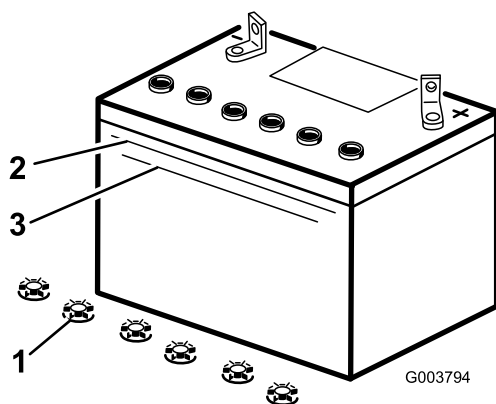

Figura 38
2. Osservate il fianco della batteria. L'elettrolito deve raggiungere la linea superiore (Figura 38). Non lasciate scendere l'elettrolito sotto la linea inferiore (Figura 38).
3. Togliete i tappi di rifornimento dalla batteria (Figura 38).
4. Aggiungete lentamente acqua distillata in ogni elemento della batteria finché l'elettrolito non raggiunge la linea superiore (Figura 38) sulla scatola della batteria.
5. Attendete cinque o dieci minuti dopo avere riempito gli elementi della batteria. All'occorrenza, aggiungete acqua distillata finché l'elettrolito non raggiunge la linea superiore (Figura 38) sulla scatola della batteria.